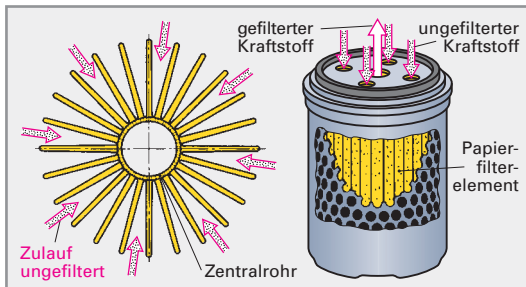

Bild 3: Boxfilter mit Sternfiltereinsatz
**Kraftstoff-Wechselfilter (Boxfilter) (Bild 3).** Sie bestehen aus Gehäuse und Filtereinsatz und werden bei der Wartung als Ganzes ausgetauscht.